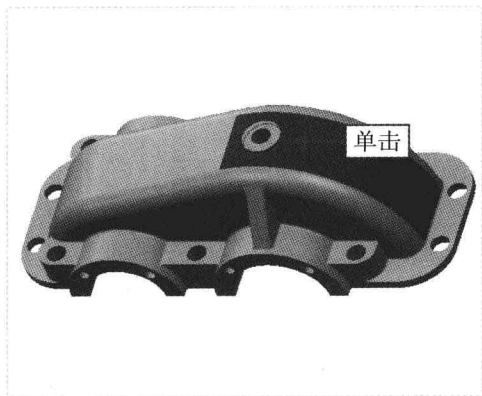

图 7-104 单击鼠标左键
Step 03 弹出“截面”对话框,在模型合适的表面上单击鼠标左键,如图 7-104 所示。